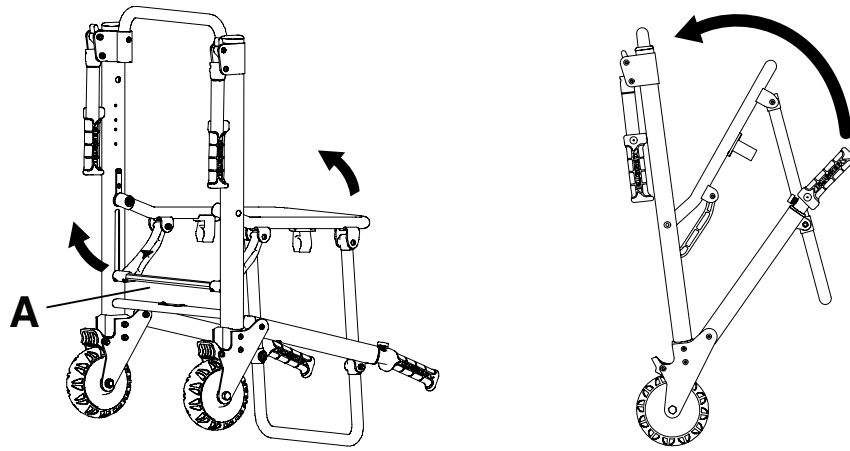

Abbildung 4 – Zusammenklappen des Stuhls
4. Die rote Verriegelungsstange (A) an der Rückseite des Stuhls nach oben ziehen (Abbildung 4).